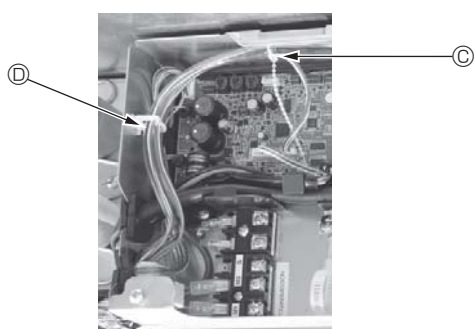

Fig. 5-15
- Bunta ihop den överflödiga delen av kablarna från i-See-sensorn och signalmottagaren i elkomponentlådan och fäst upp dem enligt bilden. (Fig. 5-15)